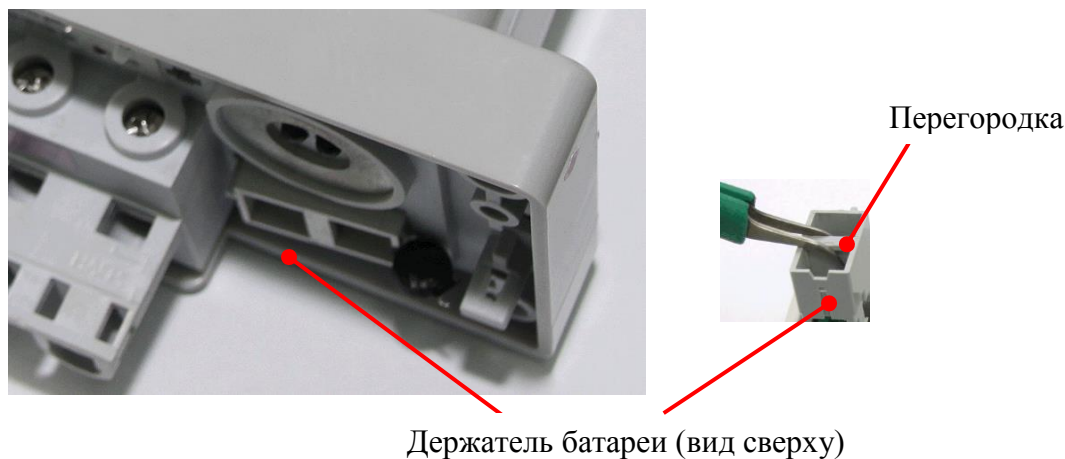
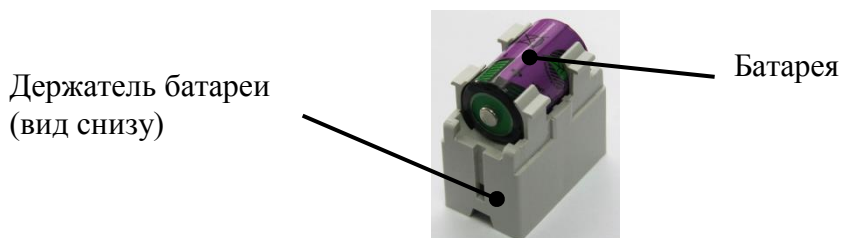

Рисунок 14.2 – Замена батареи в счетчике для наружной установки
Рисунок 14.3 – Держатель с установленной батареей
14.7 Для установки или замены батареи счетчика для наружной установки отвернуть винты, удерживающие крышку зажимов, и снять ее. Вытащить держатель батареи (рисунок 14.2), удерживая его за перегородку, как показано на рисунке 14.2. Удалить старую (при наличии) и установить новую батарею в держатель, соблюдая полярность согласно маркировке на корпусе держателя (рисунок 14.3). Установить держатель с батареей в батарейный отсек. Установить крышку зажимов и зафиксировать ее винтами.